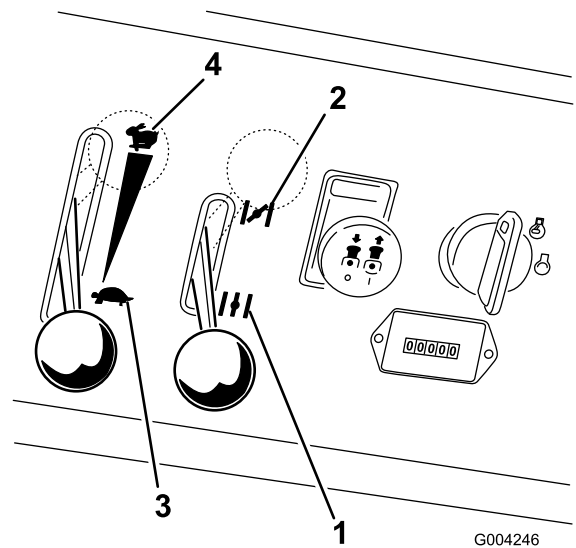

Figura 11
4. Si el motor está frío, mueva el control del estérter a la posición **arranque** antes de arrancarlo (Figura 11).
5. Si el motor está frío, mueva el control del acelerador a la posición **rápido** antes de arrancarlo (Figura 11).
7. Después de que el motor arranque, abra el estérter (Figura 11). Si el motor se cala o funciona irregularmente, vuelva a colocar el estérter en Cerrado durante unos segundos, luego mueva la palanca del acelerador al ajuste deseado. Repita este procedimiento tantas veces como sea necesario.
2. Ponga la palanca del acelerador en un punto intermedio entre las posiciones lento y rápido (Figura 11).